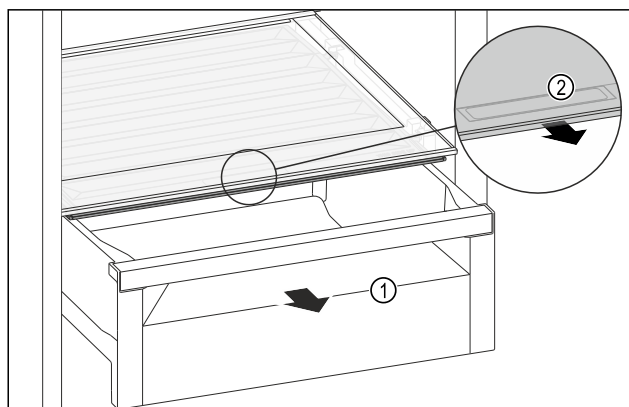

Fig. 106
- Retirer le tiroir Fig. 106 (1).
- Saisir la poignée encastrée Fig. 106 (2) du couvercle du compartiment et tirer le couvercle du compartiment par l'avant.